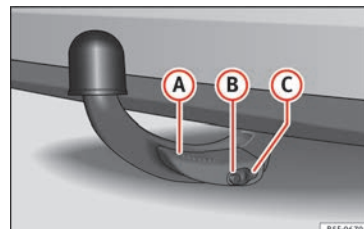

Bild 229 Borttagbar dragkrok ordentligt fastsatt.
- Spaken **(A)** » bild 229 är helt upplyft.
- Utlösningbulten **(B)** » bild 229 sticker ut helt (rödgrön del synlig).
- Skyddet **(C)** » bild 229 är placerat över låset.